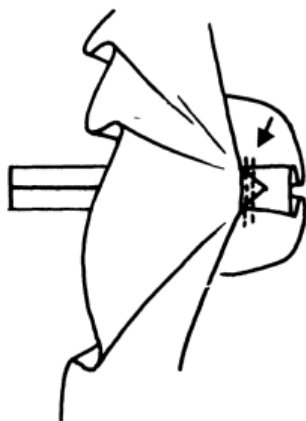

Рис. 124
12. Закрепление уголков представлено на рис. 124: жирной стрелкой показана строчка, которая была сделана (в направлении туда и обратно) на уголке.
14. Выровняйте срезы швов кантов, закруглив уголки. Взгляните на рис. 124, а затем еще раз — на рис. 109.